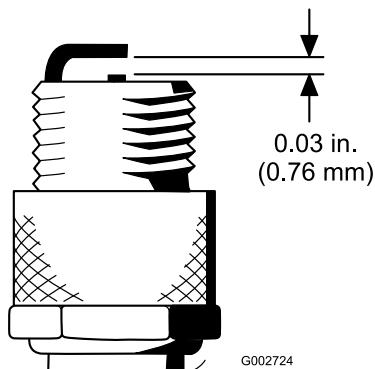

图29
4. 如图29 所示将中心电极与侧电极之间的空隙设置为 0.76mm。